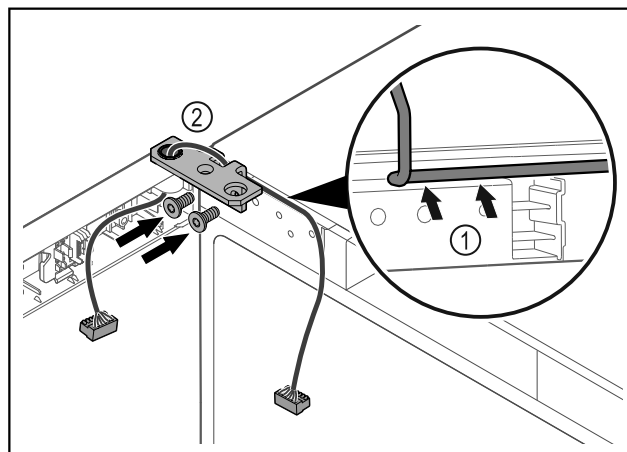

Fig. 62
- Ved'te kabel skrz vybrání úhelníku závěsu a opatrně jej položte Fig. 62 (1).
- Našroubujte úhelník závěsu Fig. 62 (2).